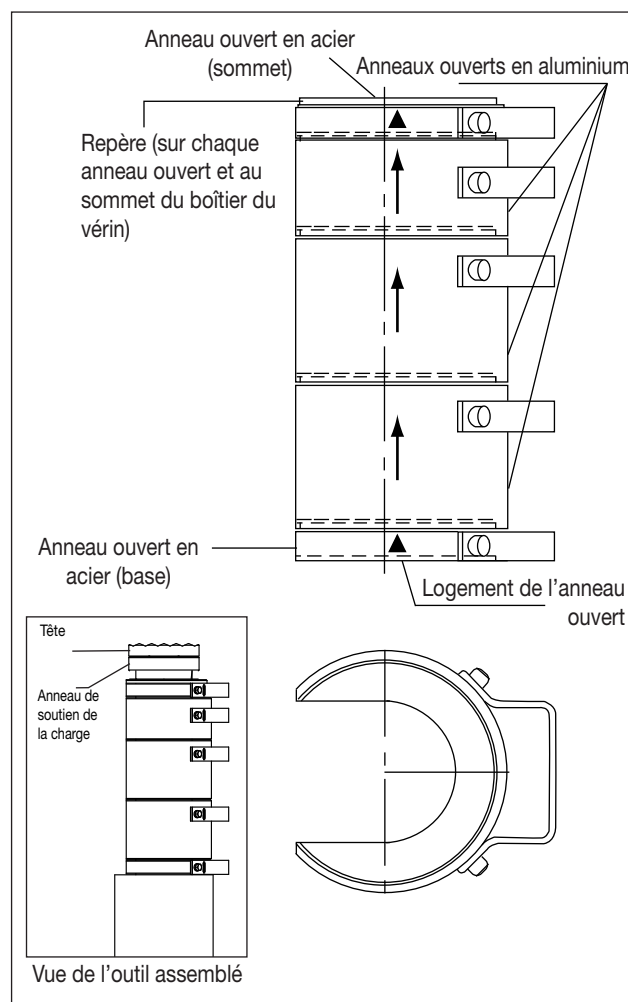

Figure 6, empilement d'anneaux ouverts (configuration type)
5.8 Instructions d'empilement des anneaux ouverts (reportez-vous à la figure 6)